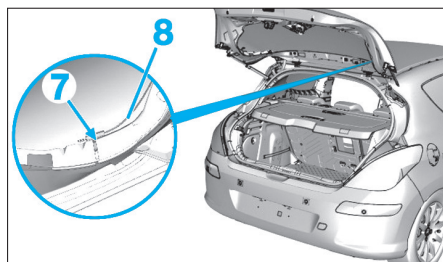

Fig. 171
- Débrancher le connecteur en (7) (Fig.171).
- Dégager le faisceau électrique (8).